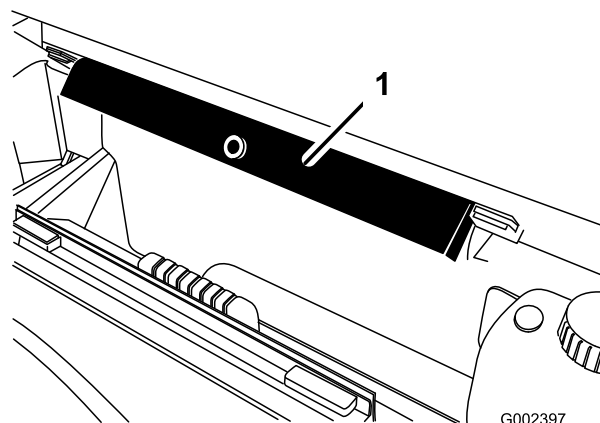

Figura 78
7. Retire el soporte de la plataforma de los soportes de almacenamiento situados en la parte trasera del panel del ROPS (Figura 78).